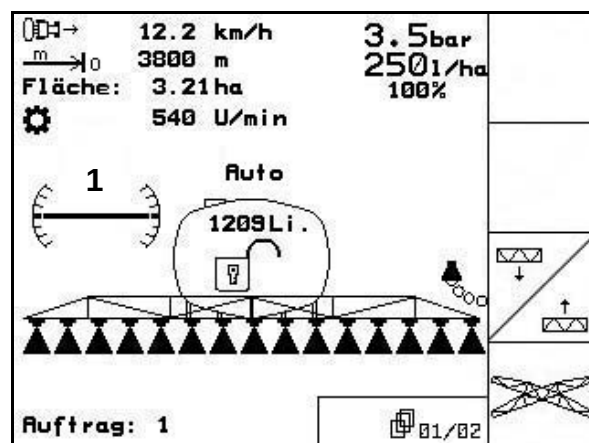

Fig. 127
- Au menu Travail le symbole correcteur de dévers (Fig. 127/1) affiche l'alignement horizontal de la rampe de pulvérisation.